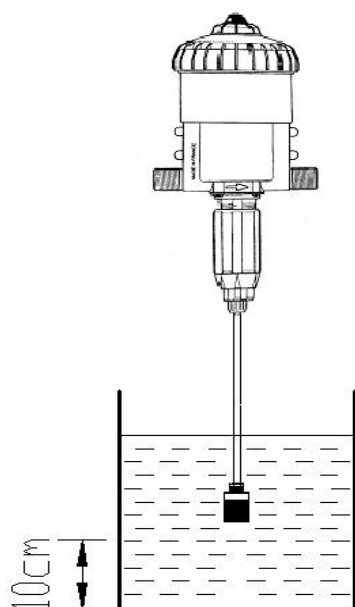

图 2
- ◆ 不要让吸管滤筒触及溶液筒的底部，至筒底距离不小于 10cm（如图 2），以免吸入可能损坏比例混合器总成的不溶性颗粒。